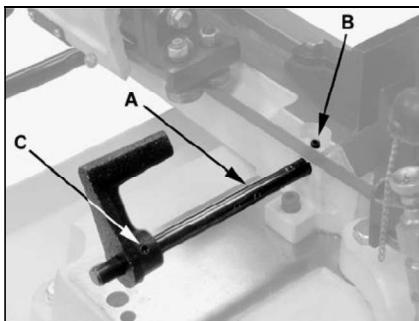

Fig 6
Montieren Sie die Anschlagstange (A, Fig 6) am Maschinbett mit dem Gewindestift (B).